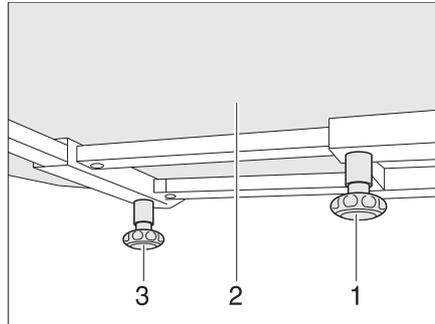

Bild 63 Fester Tisch
- Rändelschraube (Bild 63,1) lösen.
- Tischplatte (Bild 63,2) in die gewünschte Position verschieben.
- Rändelschraube (Bild 63,3) lösen.